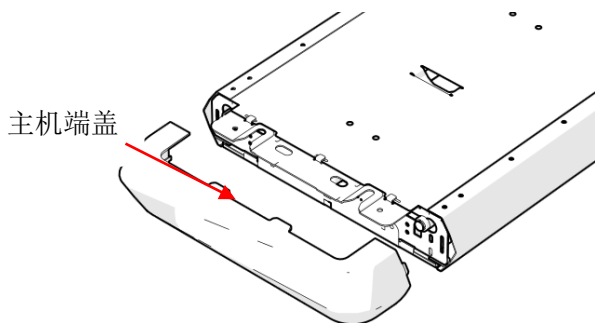

图 3
- 5、拆下两端的主机端盖，如图 3 所示。然后小心托起主机，